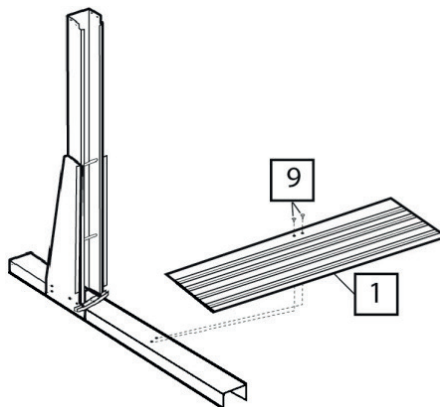
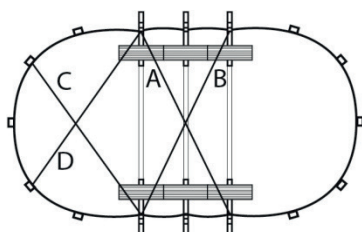
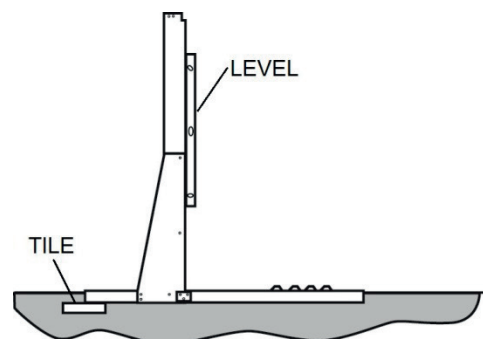

Abb. 18.
Abb. 19
Abb. 20
Richten Sie in jedem Modul eine 122 cm Grundplatte (1) ein. Die Montage dieser Platten muss mit der genuteten Seite nach oben und der flachen Seite nach unten vorgenommen werden. Diese Platten haben auf einer Seite zwei Löcher und Sie müssen sicherstellen, dass diese in Richtung der Mittelsäule, Abb. 18, ausgerichtet sind.
Mit Sprühfarbe, Kalk oder einem Pulver wird der Umriss eines Moduls am Boden eingezeichnet. Ist das geschehen, wird das Modul zu einer Seite verschoben und die darunterliegende Erde mit einer Schaufel abgetragen (Video: <https://www.youtube.com/watch?v=508QF1PdulK>). Die Lochtiefe muss etwa 5 cm, Abb. 18, betragen und vollständig plan sein. Nachdem das Loch bearbeitet und eingeebnet wurde, wird das Modul eingesetzt, wobei mit einer Wasserwaage auf der Moduloberseite, Abb. 19, sicherzustellen ist, dass es richtig plan ist.
Danach wird unter jedem Modul auf der Modulrückseite die Bodenplatte eingerichtet, Abb. 20. Dazu wird das Modul geneigt und die Erde unter der Platte eingeebnet. Nach dem Einbau der Platte ist neuerlich die Modulplanheit zu prüfen und dazu wird wieder das Abmaß genommen, Abb. 19.